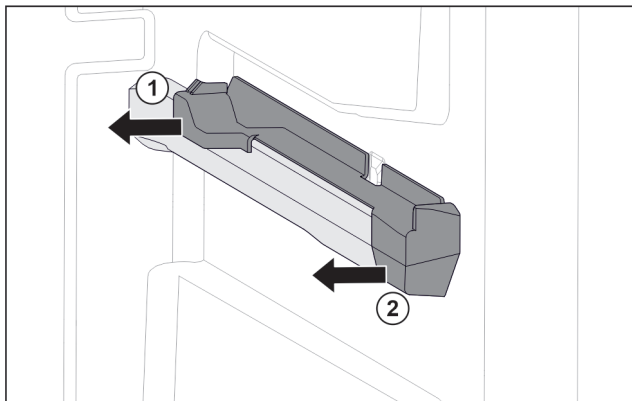

Fig. 31 Elemento inseribile sulla nervatura destra del contenitore
- ▶ Estrarre l'elemento inseribile dal lato posteriore di lato. Fig. 31 (1)
- ▶ Estrarre l'elemento inseribile dal lato anteriore di lato. Fig. 31 (2)